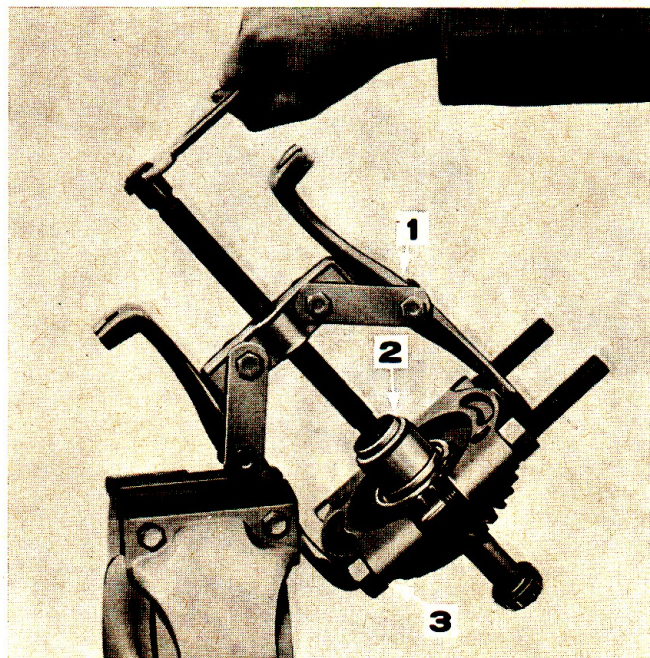

Fig. 3: Extraction du roulement d'arbre d'entrée
2. Vérifier l'état des bagues intérieures et des rouleaux coniques des roulements de l'engrenage menant. Remplacer l'accessoire No. 630-3 pour l'extraction de la bague intérieure avant (voir Fig. 3) ou l'accessoire No. 625-3 pour la bague intérieure arrière. Utiliser un manchon approprié pour l'emmanchement des bagues intérieures neuves complètes avec leurs rouleaux coniques.